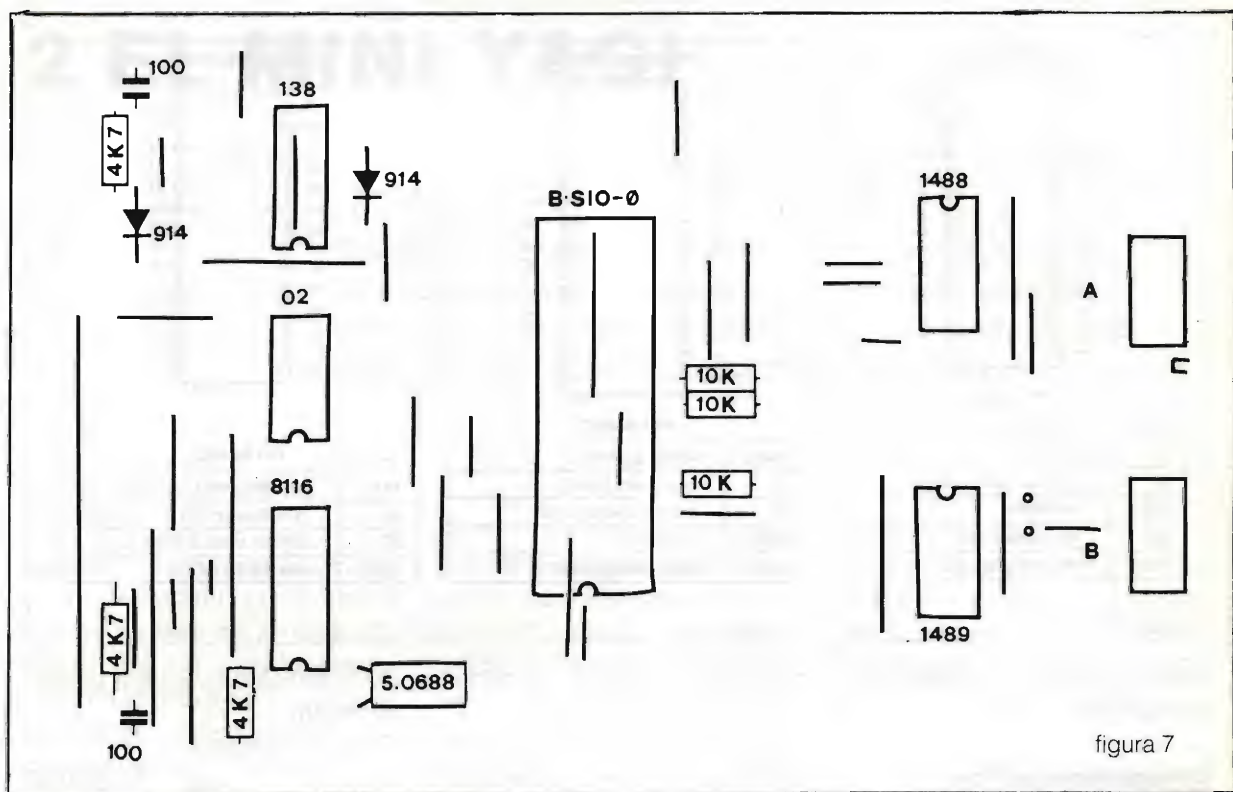

figura 7
o il PC, mentre il 2° port (B) serve per collegarsi ad altri dispositivi esterni tipo programmatore di eeprom, altro PC, schede varie ecc... Nella figura 7 è visibile il lato componenti della seriale e nella figura 8 la disposizione dei pin del SIO.